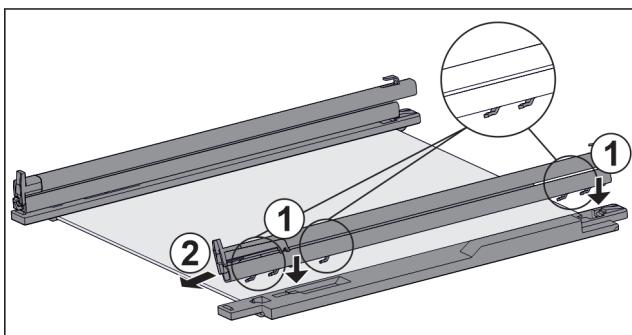

Fig. 115 Скляна пластина з рейками та деталями для підтримки
- Одягти гаки рейки на отвори **лівої** деталі для підтримки. Fig. 115 (1)
- Потягніть рейку вперед. Fig. 115 (2)
- Одягти гаки рейки на отвори **правої** деталі для підтримки. Fig. 115 (1)